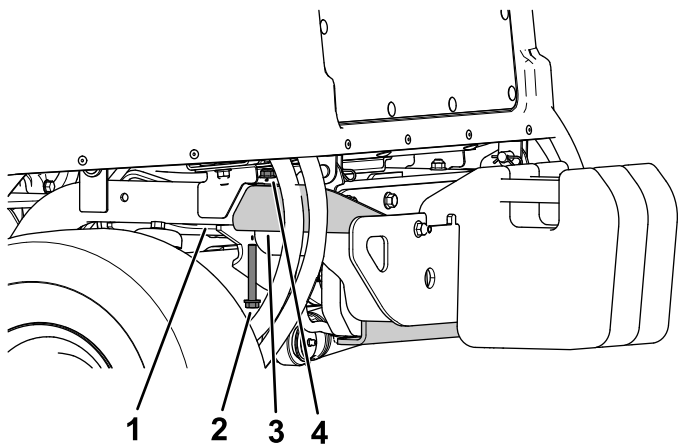

Figure 21
1. Retirez le boulon à embase (3/8" x 2 3/4") et l'écrou à embase (3/8") qui fixent chaque côté du pare-chocs aux tubes de cadre arrière (Figure 21).